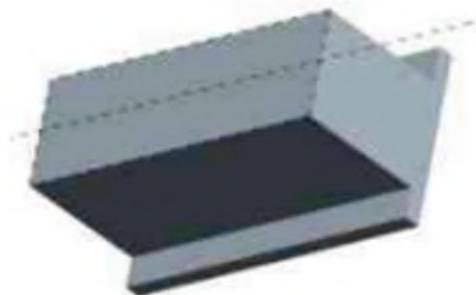

图 1-3
5) 调整视图方向，选择“草绘”|“参照”，选取图 1-3 所示的线为参照，然后单击“草绘方向”按钮 ，使草绘平面与屏幕平行。